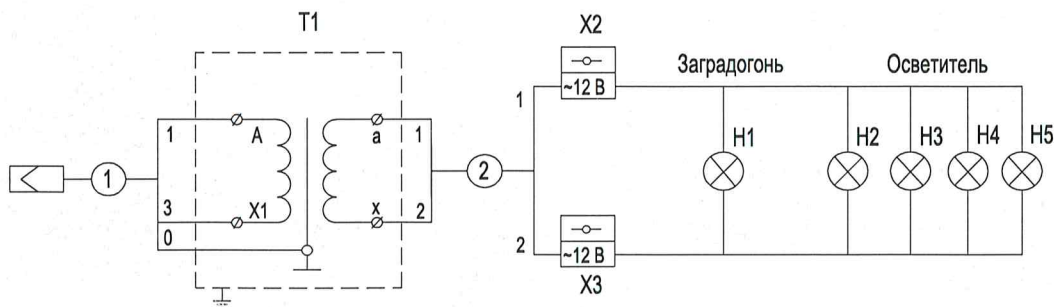

Рис.2 Схема электрическая принципиальная указателя направления ветра АС03-01
Принципиальная электрическая схема ветроуказателя представлена на рис.2.
- подсоединить жилы провода 18, а также провода заградительного огня и осветителей, к соединительным колодкам, установленным внутри корпуса заградительного огня, руководствуясь при этом представленной выше (см.рис.2) электрической принципиальной схемой ветроуказателя;